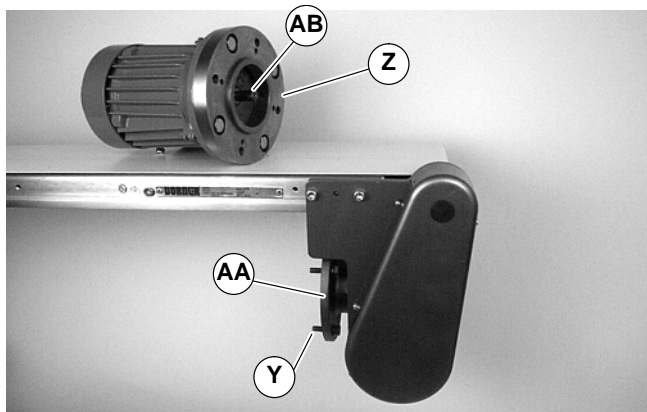

Abbildung 23
3. Vier (4) Schrauben (Y auf Abbildung 23) entfernen. Motor mit Adapterflansch (Z) vom Untersetzungsgetriebe (AA) abheben. Paßfeder der Motorwelle (AB) an Ort und Stelle belassen.